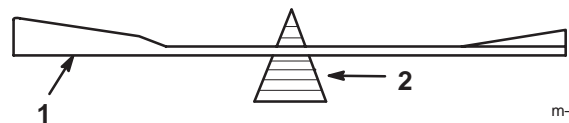

Figure 46
2. Vérifiez l'équilibre de la lame en la plaçant sur un équilibreur (Fig. 46). Si la lame reste horizontale, elle est équilibrée et peut être utilisée. Si la lame est déséquilibrée, limez un peu l'extrémité de la partie incurvée seulement (Fig. 46). Vérifiez de nouveau et répétez la procédure jusqu'à ce que la lame soit équilibrée.